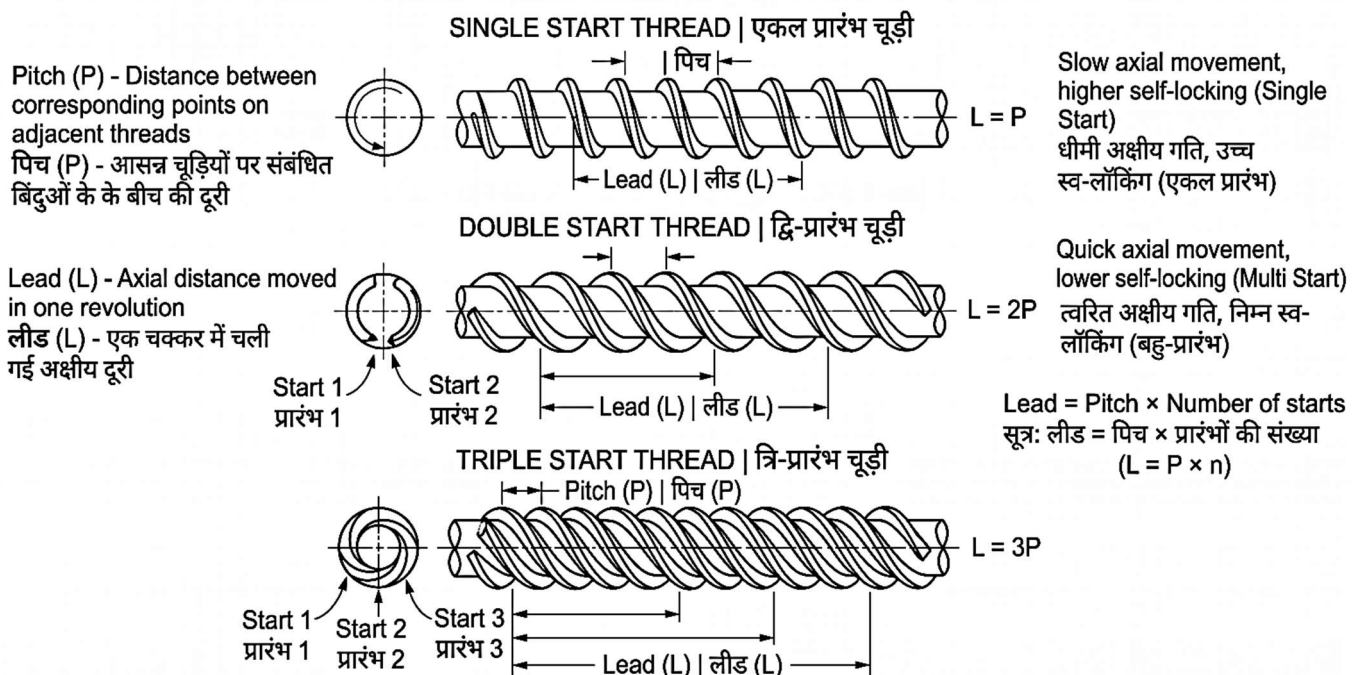

Fig. 6.6: Single and Multi-Start Threads | एकल तथा बहु-प्रारंभ चूड़ियाँ
6.6.1 Introduction (Fig. 6.6)
6.6.1 परिचय (Fig. 6.6)